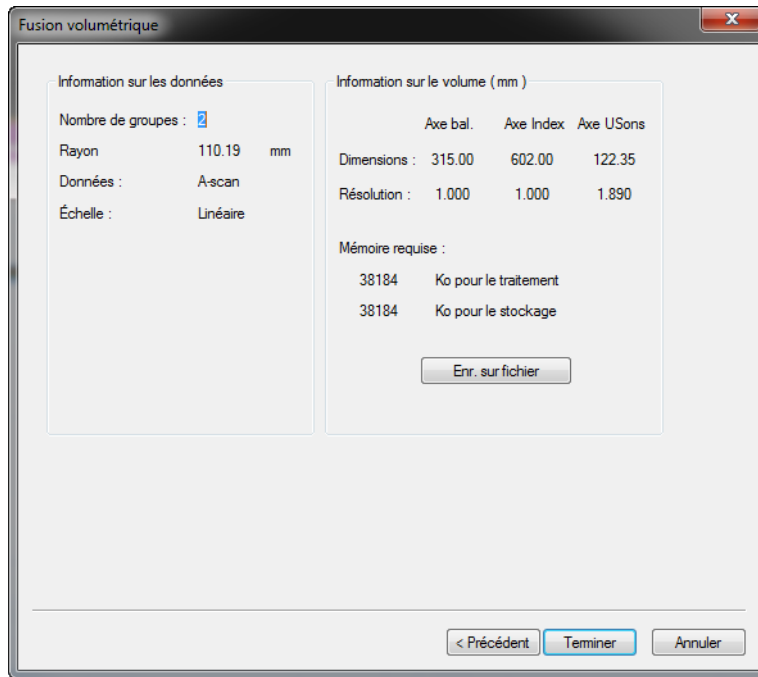
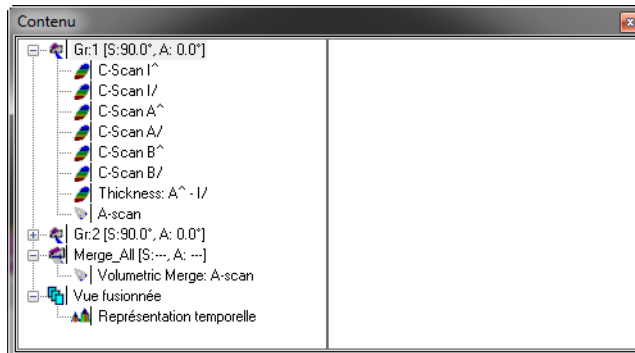

Figure 7-7 Zones de groupe Information sur les données et Information sur le volume
Figure 7-8 Exemple de groupe de fusion volumétrique créé
7. Rapportez-vous à la Figure 7-7 à la page 357) pour effectuer les tâches suivantes :
Le groupe fusionné est ajouté au contenu (voir la Figure 7-7 à la page 357 et la Figure 7-8 à la page 357).